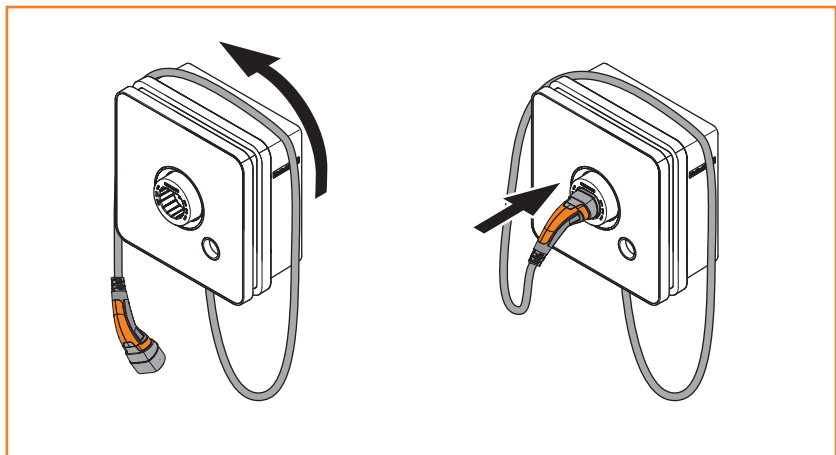

Bild 9 Ladekabel sicher verstauen
- ▶ Legen Sie das Ladekabel so ab, dass es nicht gequetscht oder geknickt werden kann und keine Stolpergefahr entsteht. Sie können das Ladekabel beispielsweise über das Gehäuse des Produkts legen (siehe Bild 9).